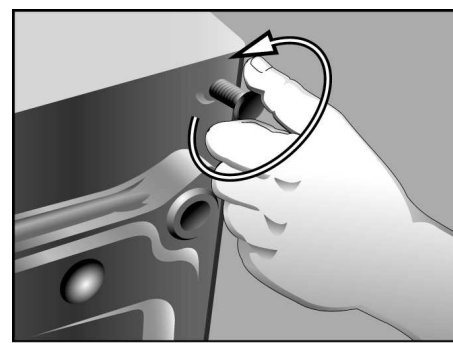

Figure 7
1. Enlevez les pieds installés à l'origine sur l'appareil (voir la Figure 7). **NE PAS** réinstaller ces pieds sur le socle. Conservez les pieds de l'appareil au cas où celui-ci doit être réinstallé plus tard sans le socle.